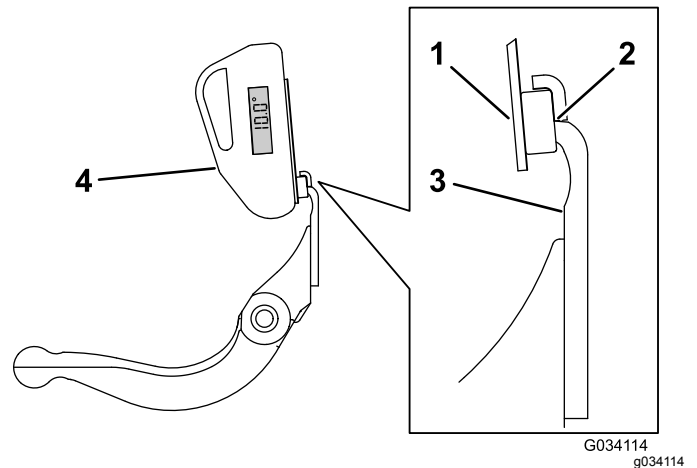

Figure 26
3. Placez l'indicateur d'angle sur le bord de la contre-lame, de manière à adapter le bord de l'aimant avec le bord de la contre-lame (Figure 26).
4. Placez l'indicateur d'angle sur le support, comme montré à la Figure 26.